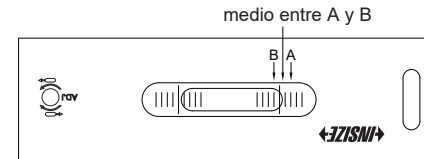

Fig.5
e) Si $A-B \leq 1/2$, puede utilizarse el nivel. Si $A-B > 1/2$ (en el ejemplo anterior, $A-B=3$), gire ligeramente el tornillo de ajuste hasta que la burbuja se desplace al centro entre A y B (Fig.5).